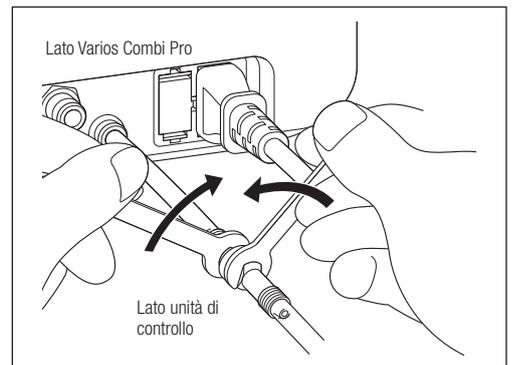

Fig. 57
- 3) Utilizzare due chiavi inglesi (5x8) e ruotarle come illustrato nella Fig. 57.